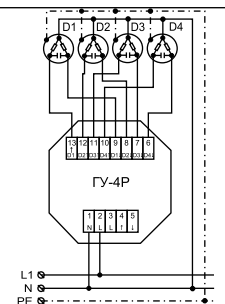

Рисунок 1. Типовая схема подключения ГУ-4.Р
- Ознакомиться со стандартной схемой подключения (см. рис. 1).
- Подключить синие (голубые) провода электроприводов («нейтраль») к «нейтральи» питающей сети с помощью клеммных соединителей (см. рис. 1).
- Подключить коричневые и черные провода электроприводов (направления) к контактам 10, 11, 12, 13 и 6, 7, 8, 9 устройства (см. рис. 1).
- Подключить желто-зеленые провода электроприводов (защитное заземление) к проводу заземления сети с помощью клеммных соединителей (см. рис. 1).